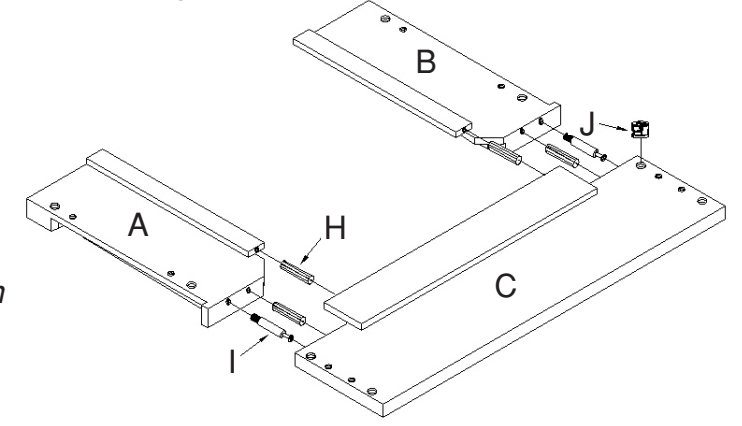

Figure 1
2. Coloque el panel frontal (C), la pilastera izquierda (A) y la pilastera derecha (B) boca abajo, sobre una superficie plana y protegida. Inserte las clavijas de madera de 1/4" (H) y las levas de pernos (I) dentro de los huecos pre-perforados en el borde superior de cada pilastera. **NOTA:** Ver Fig. 2A y 2B para la instalación de la leva de pernos y de la leva de bloqueo. Deslice el panel frontal (C) sobre las clavijas y las levas de pernos y asegúrelo con las levas de bloqueo (J), como se muestra en la Fig. 1.
2. Lay front panel (C), left side pilaster (A), and right side pilaster (B) face down on a flat, protected surface. Insert 1/4" wood dowels (H) and cam bolts (I) into pre-drilled holes in top edge of each pilaster. **NOTE:** See Fig. 2A and 2B for cam bolt and cam lock installation. Slip front panel (C) over dowels and cam bolts and secure with cam locks (J) as shown in Fig. 1.